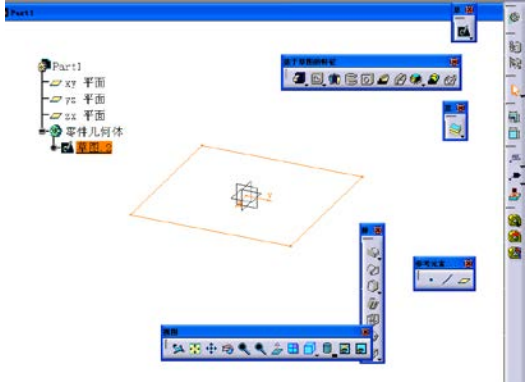

图 1-17 【零件设计】工作台
(1) 离开【草图编辑器】工作台。在矩形草图设计完成后，要进入【零件设计】工作台，进行立体模型的创建。单击【工作台】工具栏中的【退出工作台】图标，就可以进入【零件设计】工作台，矩形已经显示为平行四边形，如图 1-17 所示。